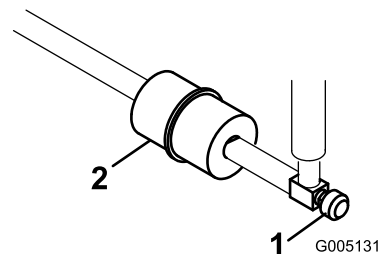

図 52
燃料フィルタはインライン・タイプで、燃料タンクとキャブレタの間に設置してあります (図 52)。800 時間ごと、又は燃料の流れが悪くなれば交換してください。フィルタに付いている矢印をエンジンの方に向けて取り付けてください。
1. 燃料バルブを閉じ、フィルタのキャブレタ側についているホース・クランプをゆるめ、燃料ラインからフィルタを外す (図 52)。
2. フィルタの下に容器を置き、もう一方のクランプも外してフィルタを取り出す (図 52)。